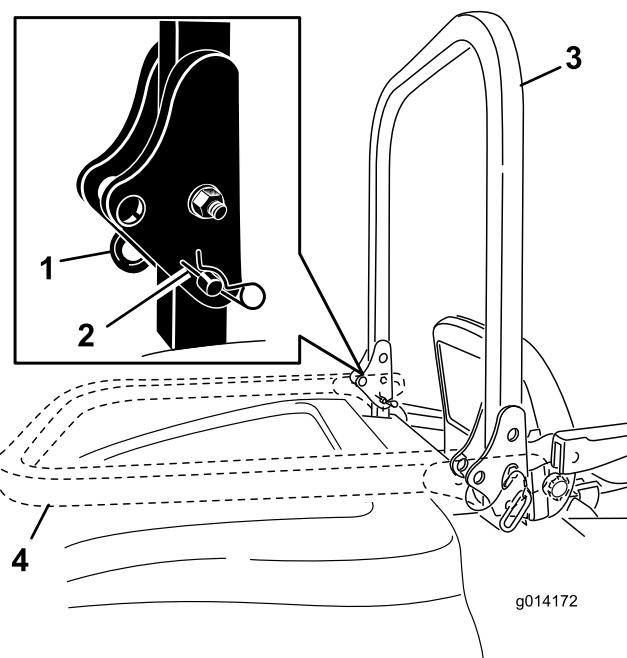

Figura 10
1. Para bajar la barra anti-vuelco, retire los pasadores de horquilla, empuje la barra hacia adelante contra los muelles, y retire los dos pasadores (Figura 10).
2. Baje la barra anti-vuelco (Figura 10).
3. Instale los dos pasadores y fíjelos con los pasadores de horquilla (Figura 10).
- Para elevar la barra anti-vuelco, retire los pasadores de horquilla y retire los dos pasadores (Figura 10).
- Eleve la barra anti-vuelco a la posición vertical, instale los dos pasadores y fíjelos con los pasadores de horquilla (Figura 10).